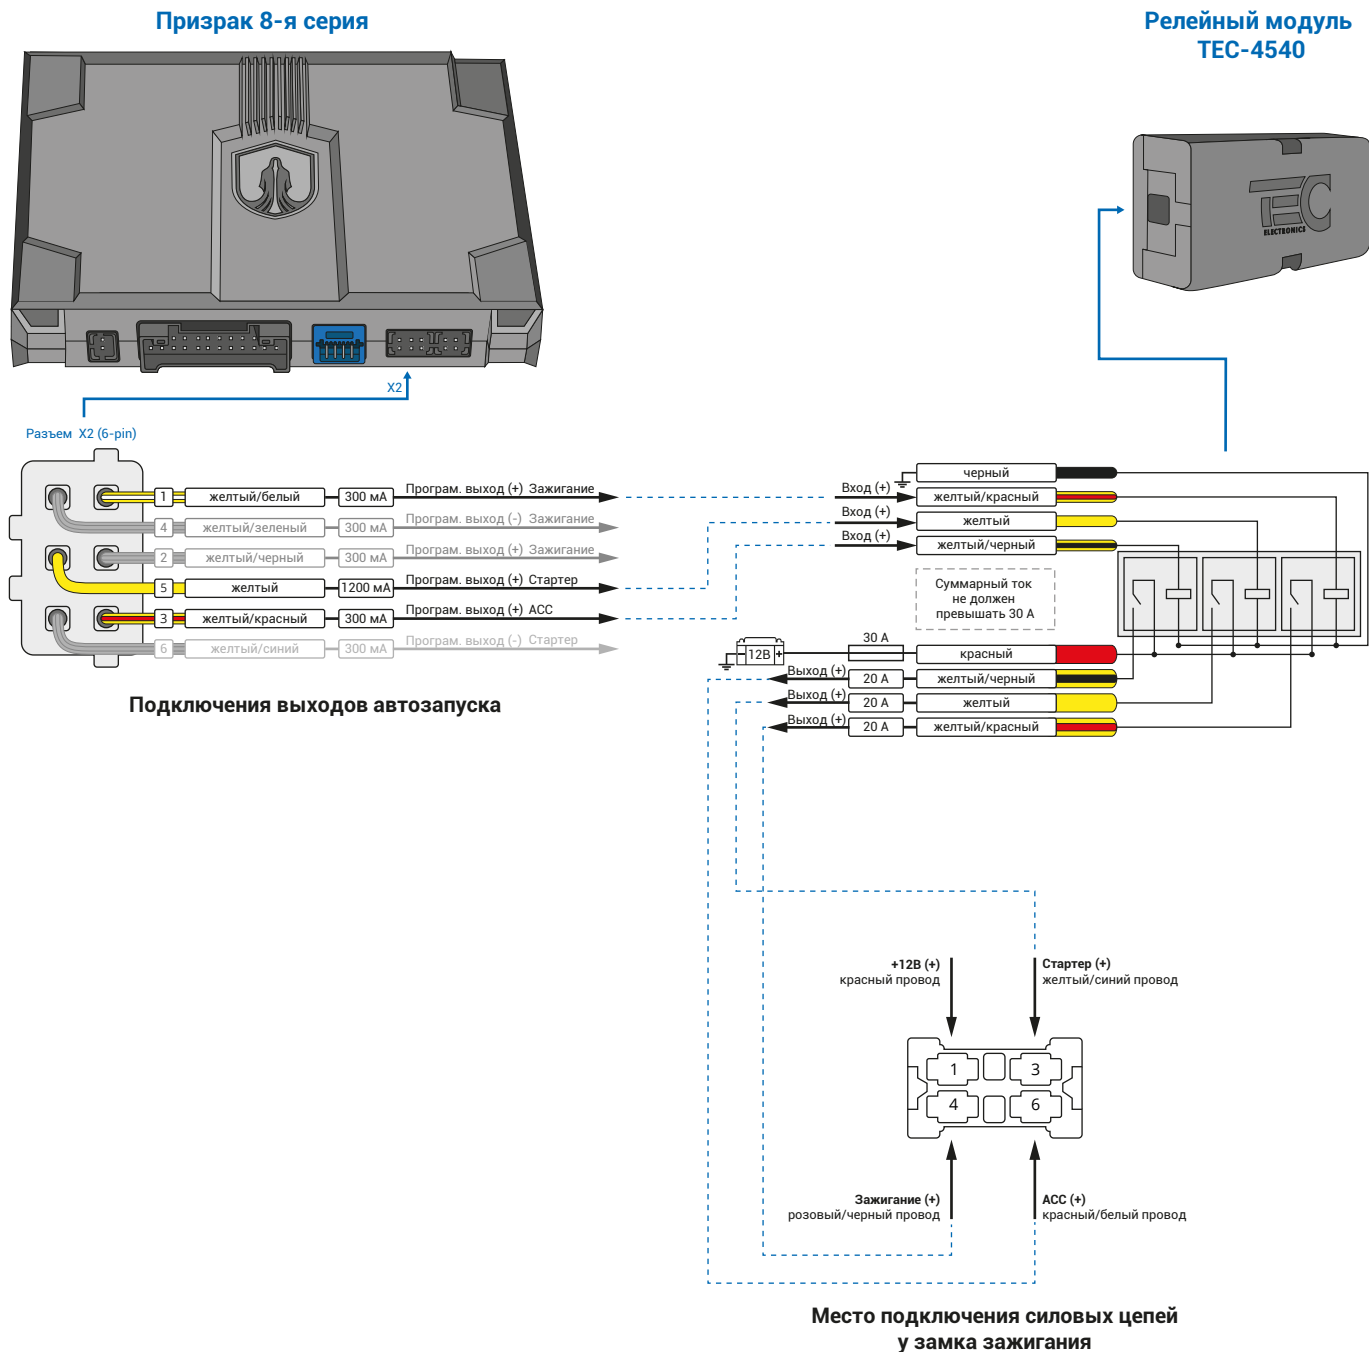

Рис.2 Схема подключения автозапуска
2. Осуществите подключение цепей автозапуска. Подключение к автомобилю производится у замка зажигания. Для подключения силовых цепей у замка зажигания используйте релейный модуль TEC-4540 (см. рис. 2).